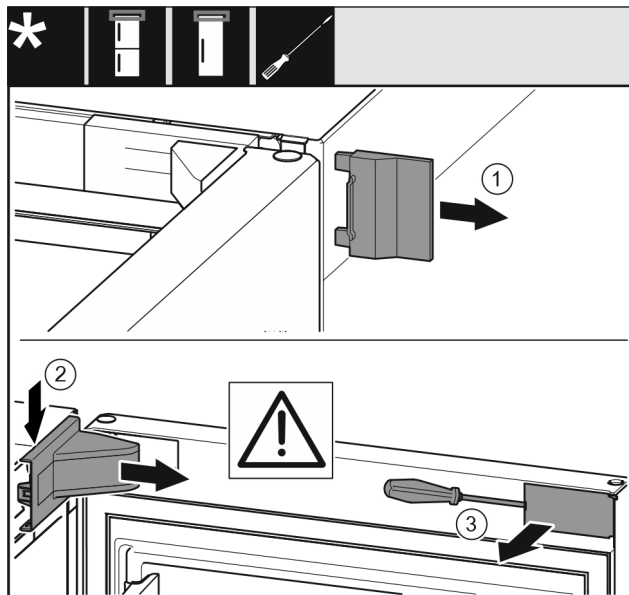

Fig. 7
- Sejměte vnější kryt Fig. 7 (1).
- Kryt stojanu ložiska Fig. 7 (2) uvolněte ze západek a vyjměte.
- Plochým šroubovákem vyjměte zásepku Fig. 7 (3) a otočte ji ke straně.